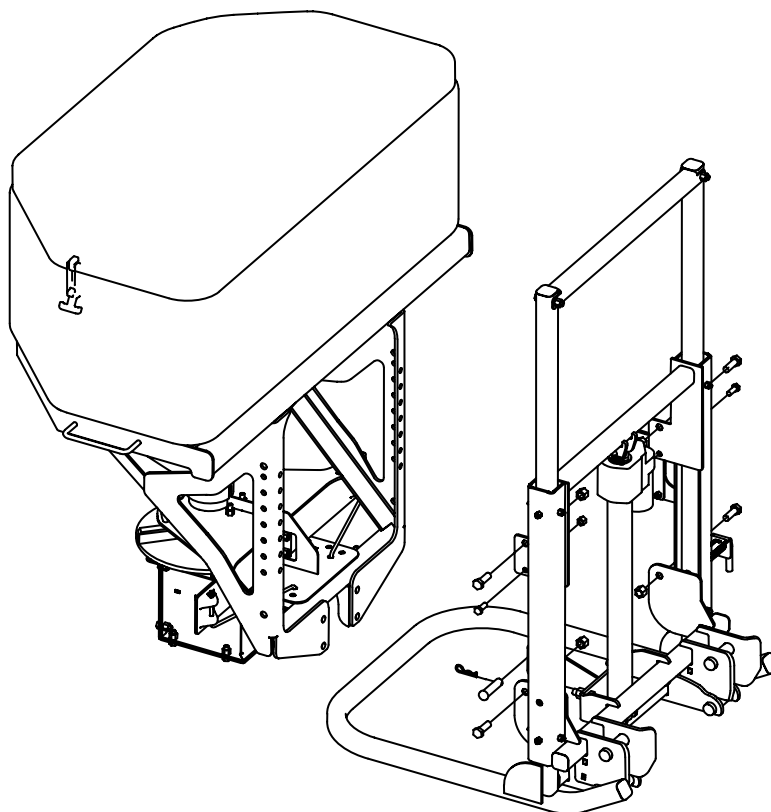

Bild 18. Power Aufnahme Montage Anleitung
1. Beginnen Sie mit dem Entfernen der vier $\frac{1}{2}$ "-13 X 1- $\frac{1}{2}$ " 6Kant Schrauben und den $\frac{3}{8}$ "-11 X 1" 6Kant Schrauben von den Füßen der Power Aufnahme (1). Siehe Bild 18.
2. Entfernen Sie die zwei $\frac{1}{2}$ "-13 X 1- $\frac{1}{2}$ " 6Kant Schrauben und die $\frac{5}{8}$ " Sicherungszapfen vom unteren Teil der Power Aufnahme (1). Siehe Bild 18.
3. Befestigen Sie nun die Power Aufnahme (1) mit den in Schritt 1 und 2 entfernten Schrauben am Streuer.